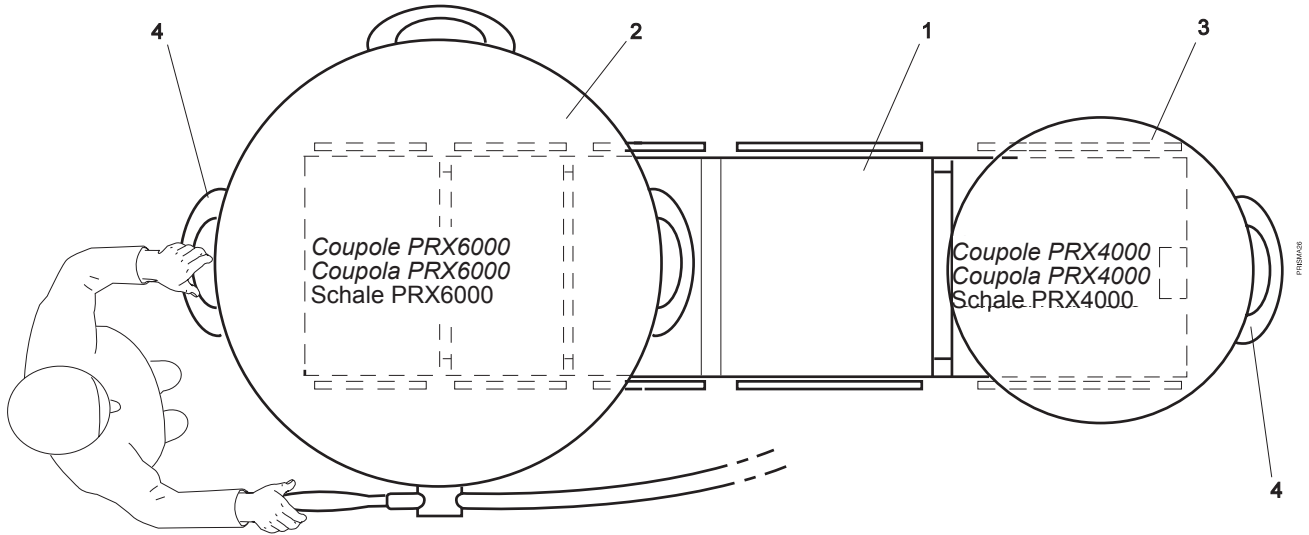

FIG. 10.1 VUE DE DESSUS DE L'ÉCLAIRAGE ET DE LA TABLE D'OPÉRATION
Les coupoles peuvent être manipulées, grâce aux poignées extérieures (4) conçues à cet effet. Les rotations libres de 360° autour de l'axe principal d'accrochage sont là pour faciliter ces macromanipulations (Fig.10.1).
The cupolas can be handled using the peripheral handles (4). Macro handling is facilitated by the lights ability to rotate 360° around the main axis (Fig. 10.1).
Die Schalen können an den hierzu vorgesehenen Außengriffen (4) bewegt werden. Größere Veränderungen werden durch die freien Drehungen um 360° um die Hauptachse der Aufhängung erleichtert (Abb. 10.1).